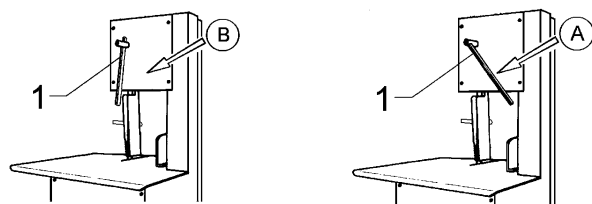

Fig. 7.6.1
7.6.1 - Regulación de la tensión de la hoja (Fig. 7.6.1)
Colocando la palanca en la posición "A" (Fig. 7.6.1) la hoja está tensionada. Para desbloquear la hoja, empujar la palanca hacia abajo, colocándola en la posición "B".
- Tensar la hoja girando la palanca hasta llevarla a la posición "A" (Fig. 7.6.1).